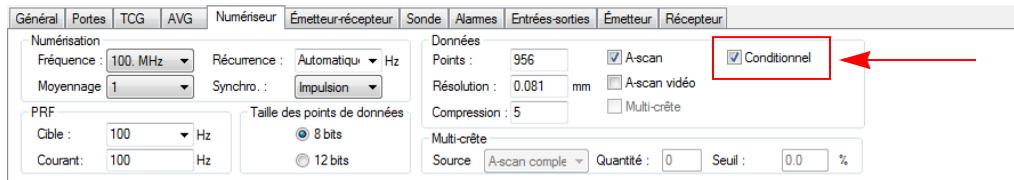

Figure 4-65 Onglet Numériseur
- Ouvrez l'onglet **Numériseur** de la barre de dialogue **Réglages ultrasons** et cochez la case **Conditionnel** (voir la Figure 4-65 à la page 306).